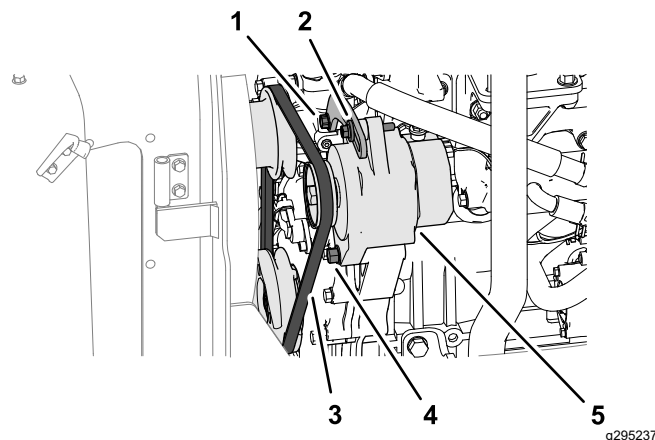

Bild 71
1. Üben Sie eine Kraft von 100 N (10 kg) auf den Lichtmaschinenriemen (Bild 71) in der Mitte zwischen den Riemenscheiben aus.
- Wenn der Riemen um weniger als 10 mm ausgelenkt werden kann, lösen Sie den Drehstift und die Spannschraube (Bild 71) der Lichtmaschine und verringern Sie die Riemen Spannung.
- Wenn der Riemen um mehr als 10 mm ausgelenkt werden kann, lösen Sie den Drehstift und die Spannschraube (Bild 71) der Lichtmaschine und erhöhen Sie die Riemen Spannung.
Hinweis: Lösen Sie bei Bedarf die Spannschraube der Halterung (Bild 71).
3. Ziehen Sie die Schrauben fest (Bild 71).